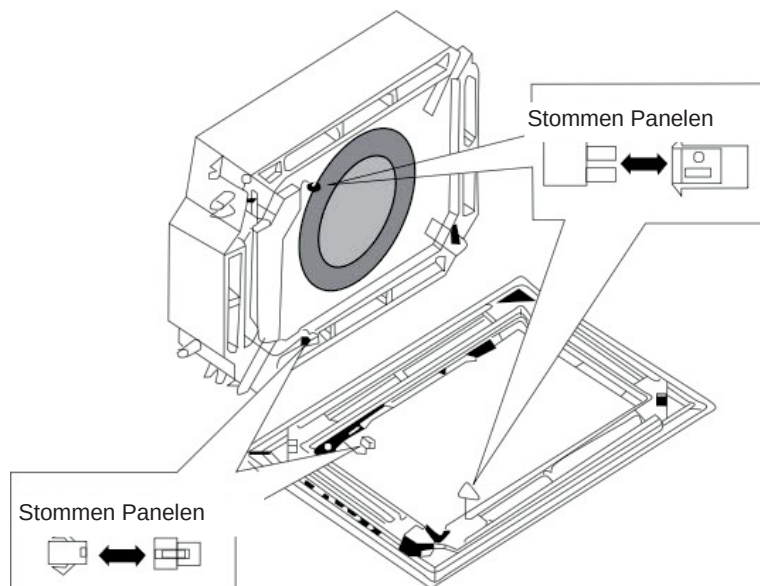

Bild 37
- (4). Dra kablarna till luftriiktarens motor enligt bild 37.